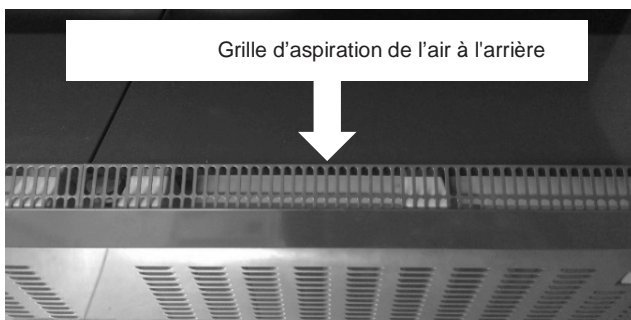

Fig. 7 : Grille d'aspiration de l'air à l'arrière (représentation par symbole)
- ▶ Le chargement est autorisé uniquement jusqu'à la limite de la grille d'aspiration d'air à l'arrière (voir → fig. 7).